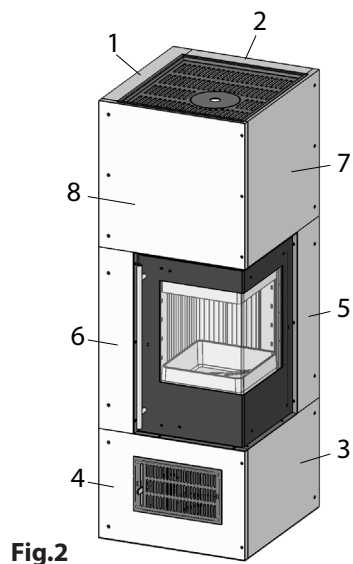

Fig.2
Nur in den 25mm dicken Verkleidungsplatten müssen Sie für die Schraubenköpfe zusätzlich entsprechend dem zu verwendenden Schraubendurchmesser Senkungen anbringen. Damit diese Senkungen an die richtige Position in die entsprechenden Platten angebracht werden, sind die Verkleidungen (3-8 aus Fig.1 bzw. Fig.2) in Einbaulage mit den bemessenen Senkungen (graue Punkte) für Türanschlag links und Türanschlag rechts nachfolgend dargestellt. Achten Sie beim Anzeichnen der Senkungen auf die Position der vorgebohrten Löcher (X).
Hinweis: Die Montagefolge ist dargestellt für den Aracar mit Türanschlag links (siehe Fig.1). Bei Türanschlag rechts ist der Aufbau spiegelbildlich (siehe Fig.2).